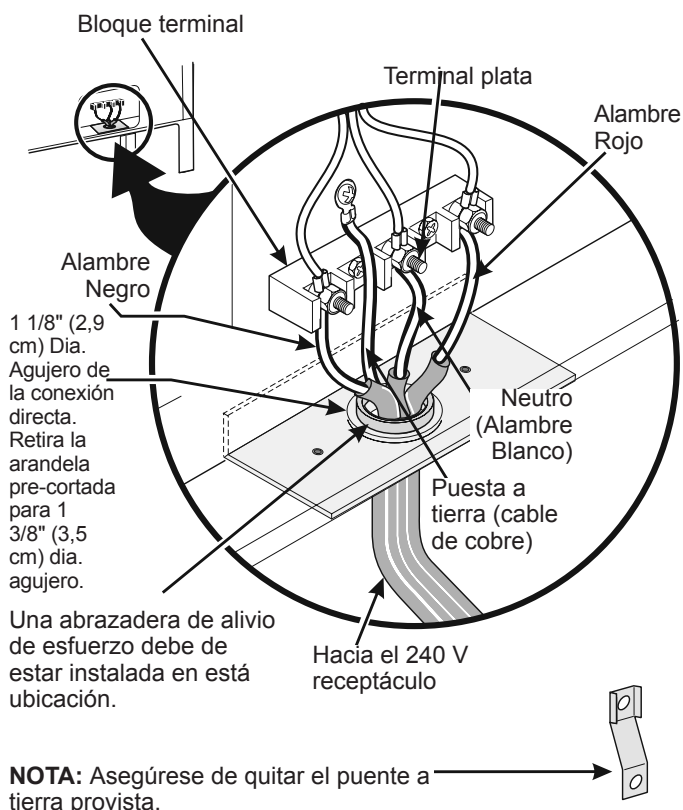

Figura 4
NOTA: La cocina corrediza eléctrica viene de fábrica con un agujero de diámetro 1 1/8" (2.9 cm) como se muestra en la figura 4. Si un agujero mas largo está necesario retire la arandela de la pre-cortada.
Donde los códigos locales NO permiten la conexión del conductor a tierra del armazón al alambre neutral del cable de bronce del suministro eléctrico (vea figura 4).
3. Utilizar los tuercas suministraron en el paquete de la literatura para conectar el alambre de tierra (verde) del cable de bronce del suministro eléctrico al armazón del electrodoméstico con el tornillo de la base, usando el hoyo del armazón por donde retiró la correa de la base (Figura 4).
Si el aparato está conectado directamente al corta circuito, a la caja de fusibles o a la caja de empalmes, use un cable blindado flexible o no metálico recubierto de cobre (con alambre a tierra). Provee una abrazadera releve de anclaje homologado UL a cada extremidad del cable. A la extremidad del electrodoméstico, el cable pase a través del agujero de la conexión directa (Figura 4) en el cordón de la placa de montaje. El tamaño de los alambres (**alambre de cobre solamente**) y las conexiones deben estar conforme al régimen del electrodoméstico.